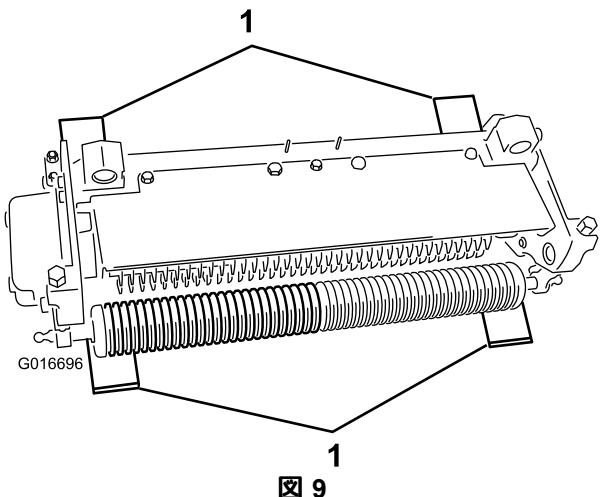

図9
2. 希望する設定高さ地表面からの高さに、4本のゲージバーを設定し、これらのゲージバーをサッキングユニットの前後のローラの下に当てる図9。